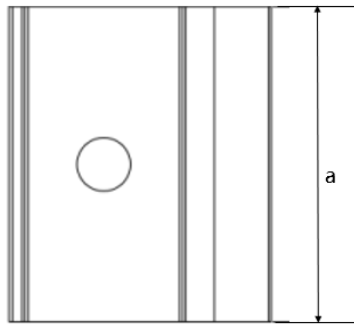
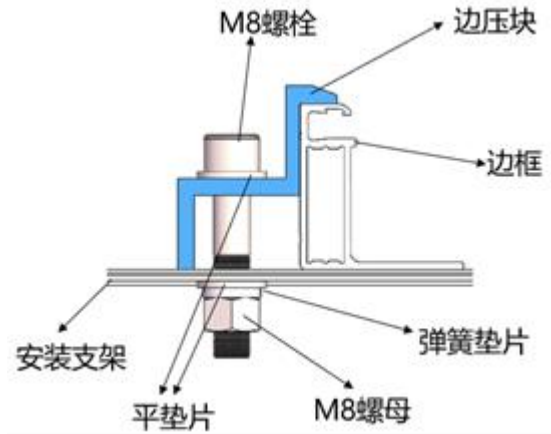

図7 クランプの上面イメージ図
図9 エッジクランプの取付イメージ図
- ① 2本のラック（付属していません）の上にモジュールを置きます。ラックは、ステンレス製または防食処理（溶融亜鉛メッキなど）を施したものを使わなければなりません。各太陽電池モジュールは少なくとも4つのクランプで固定され、設置の際、クランプが直接にガラスに接触してフレームを变形させると、モジュールが破損することがありますので、ご注意ください。
- ② クランプの影により太陽電池モジュールの発電面を遮らないよう気をつけてください。クランプが排水穴を塞がないようにしてください。ブラケットの上面でモジュールのフレームと接触する部分には、M8 ボルト用の凹みが必要です。
- ③ ブラケットに凹みがない場合、ボルトで固定するように、上記の位置に適当な径の穴を開けます。
- ④ 平ワッシャー、スプリングワッシャー、ナットの順にクランプを装着します。
- ⑤ 図7、8はエッジクランプのイメージ図です。図9、図10は取付イメージ図です。クランプのサイズは $a \geq 50\text{mm}$ 、厚さ $\geq 4\text{mm}$ 、フレームとの重ね幅 $d \geq 10\text{mm}$ です。または、 $a \geq 60\text{mm}$ 、